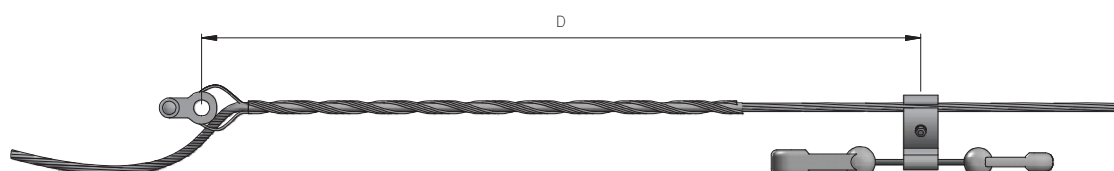

FIGURA 2 – APLICAÇÃO EM ESTRUTURAS DE ANCORAGEM COM ALÇA PREFORMADA
- EM ESTRUTURAS DE ANCORAGEM COM ALÇA PREFORMADA, A DISTÂNCIA DE AMORTECIMENTO (D) É INDICADA PELO FABRICANTE, SENDO MEDIDA A PARTIR DO INÍCIO DA ALÇA AO CENTRO DO AMORTECEDOR, CONFORME FIGURA 2 DA PÁGINA 2/3;